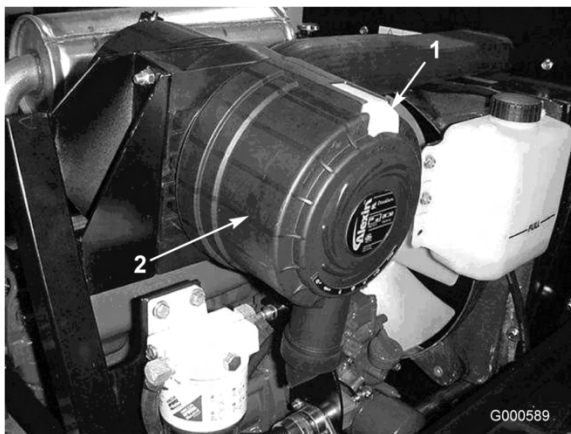

Figure 31
1. Tirez le verrou vers l'extérieur et tournez le couvercle du filtre à air dans le sens anti-horaire (Figure 31).